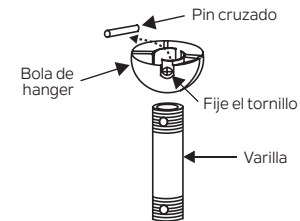

Fig. 7
Paso 5. Retire la bola de la percha del conjunto de la varilla descendente aflojando el tornillo de ajuste, desenroscando y quitando el pasador de cruz y desenroscando la bola de la varilla. (Fig.7)